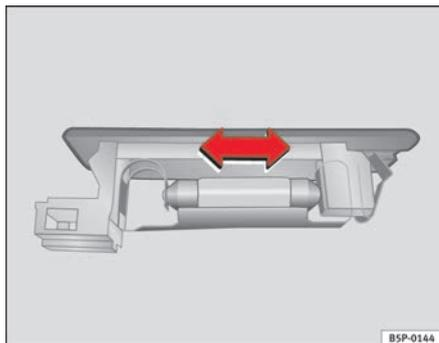

Fig. 150 Luz maletero
- Presione la lámpara lateralmente y extráigala del alojamiento ⇒ fig. 150. ■